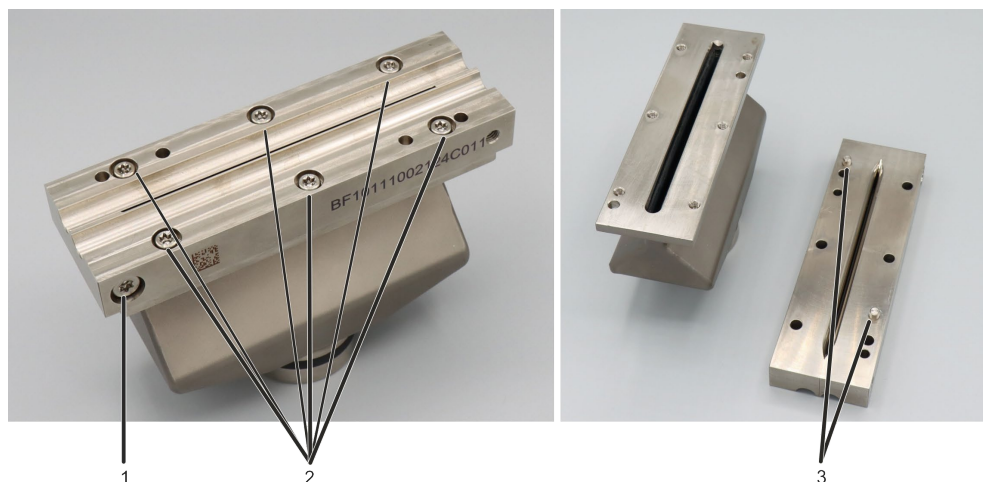

Fig. 57 Juntas del quemador
1. Afloje los tornillos de las mordazas del mechero (2 en Fig. 57) en el cuerpo del mechero y extraiga las mordazas.
4. Enrosque las mordazas en el cuerpo del mechero. Los pasadores de posición (3 en Fig. 57) en las mordazas del mechero se encargan de una colocación correcta.